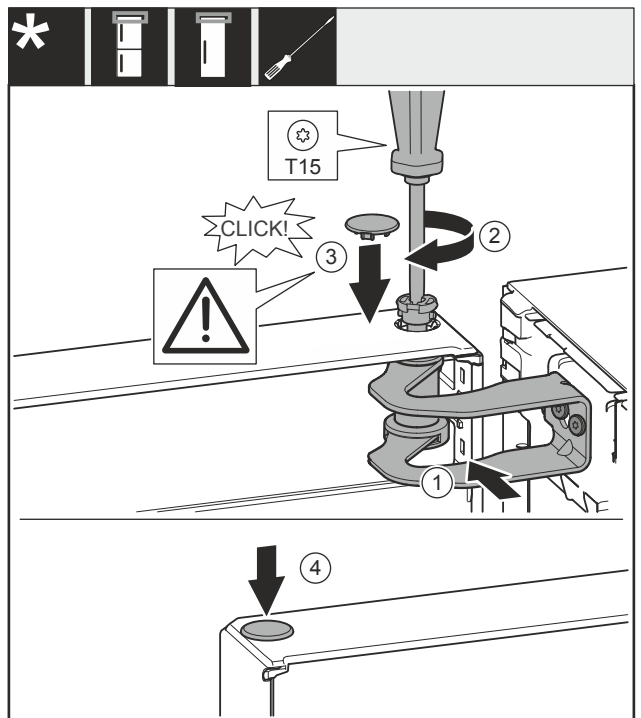

Fig. 58
- ▶ Igazítsa a csapágýbak Fig. 58 (1) nyílásához az ajtót.
- ▶ Helyezze be a csapszeget Fig. 58 (2), és húzza meg csavarhúzóval.
- ▶ Helyezze be a fedelet Fig. 58 (3).
- ▶ Ellenőrizze, hogy a fedél Fig. 58 (3) felfekszik-e az ajtóra.
- ▶ Helyezze be a fedelet Fig. 58 (4).